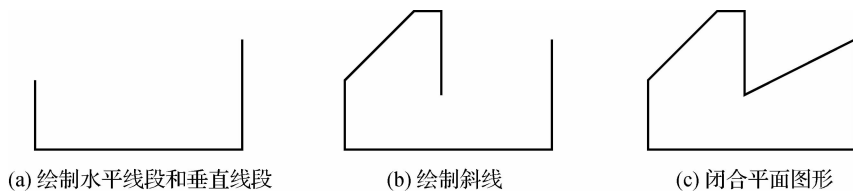

图 2-54 平面图形的绘制过程
- (1) 新建图形文件。
- (2) 新建“粗实线”图层。
- (3) 依次绘制各段直线。水平线段和垂直线段直接输入线段的长度，如图 2-54 (a) 所示。斜线通过输入点的相对坐标来绘制，如图 2-54 (b) 所示。
- (4) 绘制最后一段斜线。用“对象捕捉”捕捉端点封闭图形或输入 C 闭合平面图形，如图 2-54 (c) 所示。